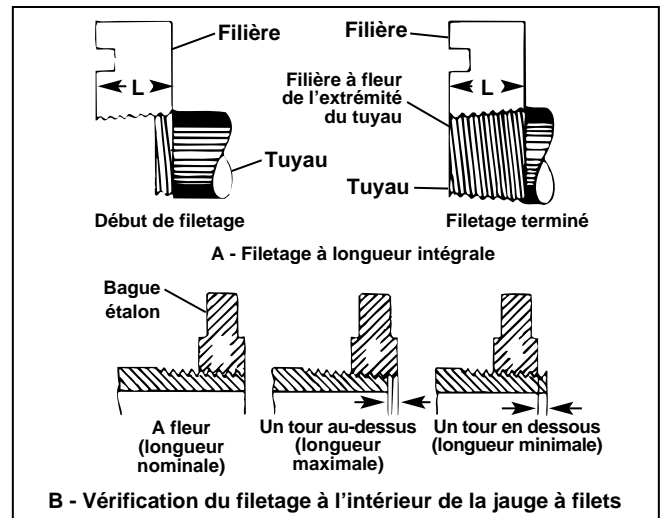

Figure 14 – Vérification de la longueur des filetages
- La longueur des filetages sera correcte lorsque l'extrémité du tuyau arrive à fleur de l'arrêt des filières (Figure 14).
- La tête de filière peut être réglée de manière à obtenir le diamètre de filets nécessaire. Si possible, contrôlez les filets à l'aide d'une jauge à filets (Figure 14). Le filetage est correct lorsque l'extrémité du tuyau se trouve à plus ou moins un tour d'être à fleur de la surface de la jauge à filets.